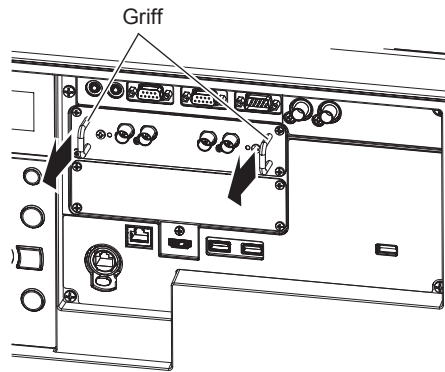

Abb. 1
1) Entfernen Sie die Steckplatzabdeckung. (Abb. 1)
1) Entfernen Sie die Schnittstellenkarte. (Abb. 1)